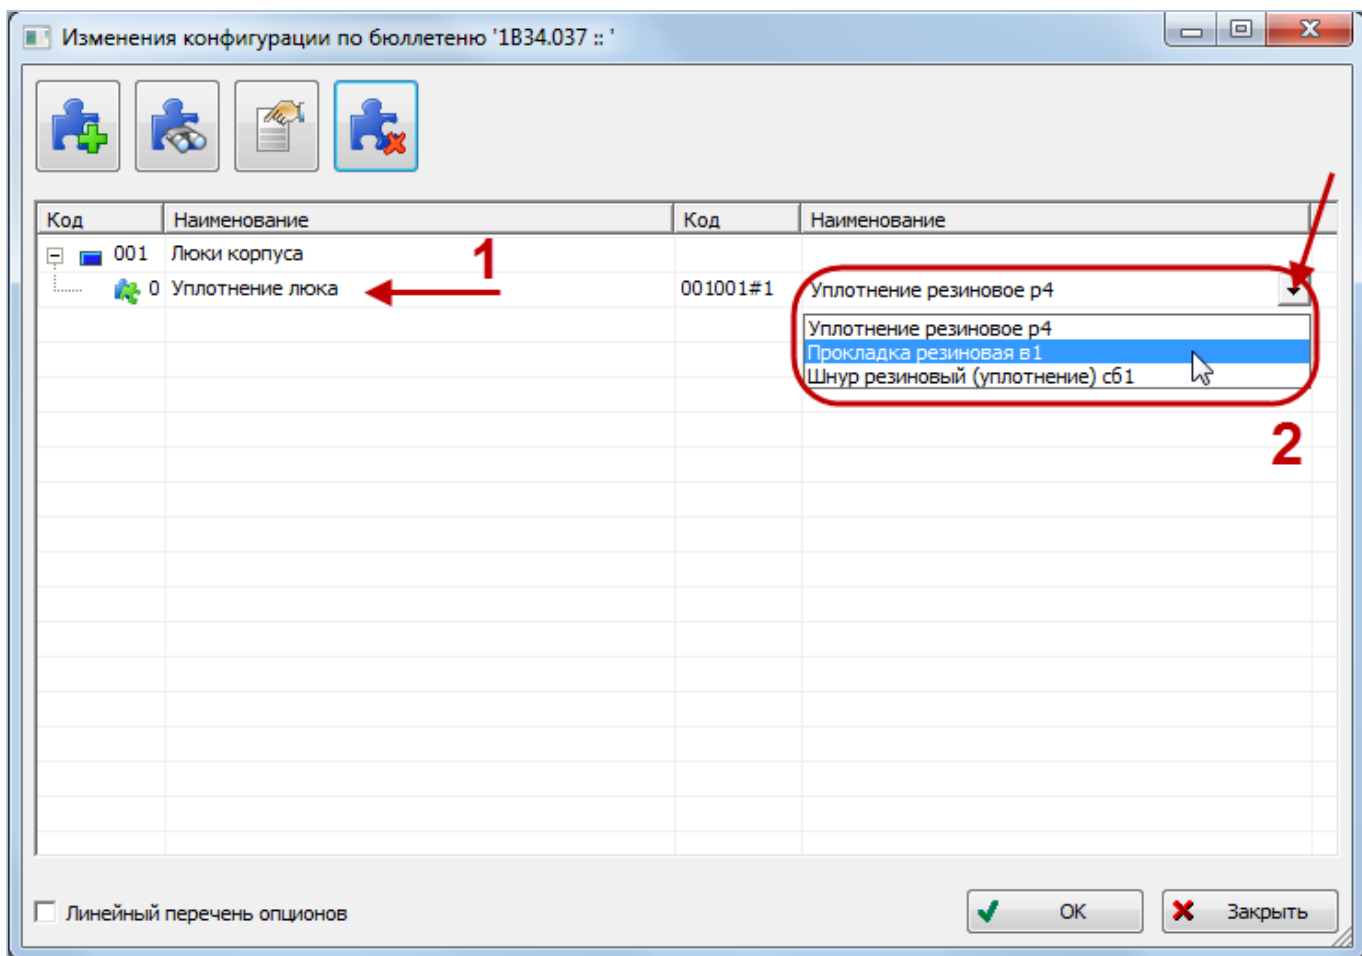

Рис. 14-13 – Настройка значений опционов
8) В окне «Изменение конфигурации по бюллетеню» раскрыть дерево и выбрать опцион (1 на рис. 14-13).
9) Затем раскрыть список значений опциона и выбрать нужное (2 на рис. 14-13).